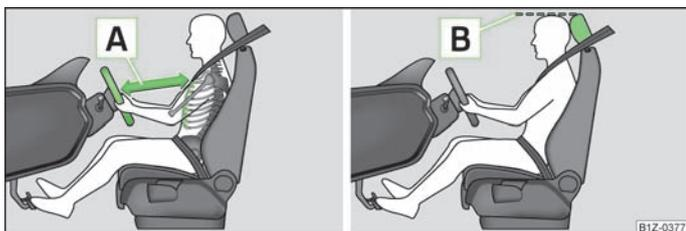

Fig. 90 Bonne distance du conducteur par rapport au volant/bon réglage de l'appuie-tête
- Ajustez le volant de façon que la distance entre le volant et le buste soit de 25 cm au moins [\[A\]](#) » fig. 90.
- Réglez l'appuie-tête de façon à ce que le bord supérieur de l'appuie-tête se trouve dans la mesure du possible au moins à la hauteur de la partie supérieure de votre tête [\[B\]](#) » fig. 90.
- Réglez l'appuie-tête de façon à ce que le bord supérieur de l'appuie-tête se trouve dans la mesure du possible au moins à la hauteur de la partie supérieure de la tête [\[B\]](#) » fig. 90.